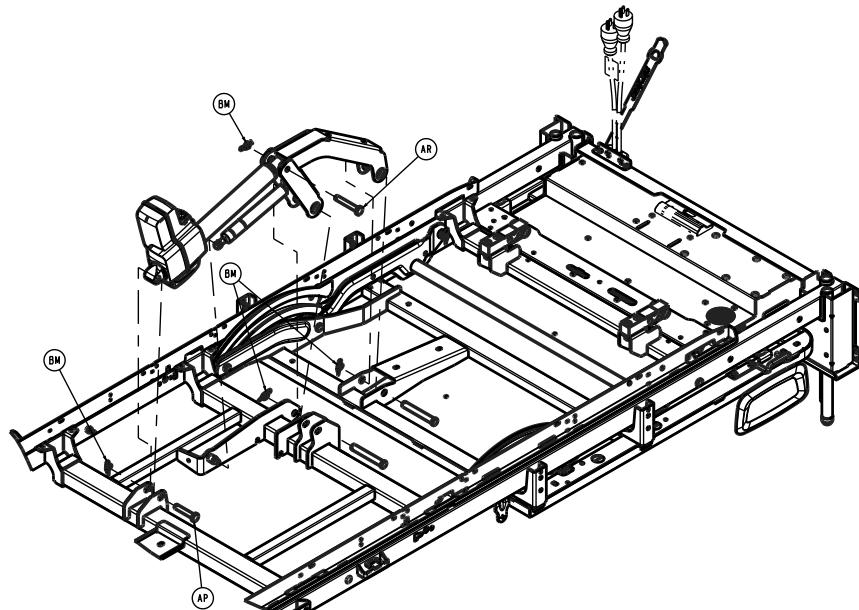

Figure 42 – Retrait de la goupille bête supérieure du maillon de l'actionneur du relève-buste
24. À l'aide d'une pince à becs fins, tout en soutenant l'ensemble soudé du relève-buste, retirer la goupille bête supérieure du maillon de l'actionneur du relève-buste (Figure 42).
26. Tout en continuant à soutenir l'ensemble soudé du relève-buste, retirer l'axe à épaulement du maillon de l'actionneur du relève-buste (Figure 42).